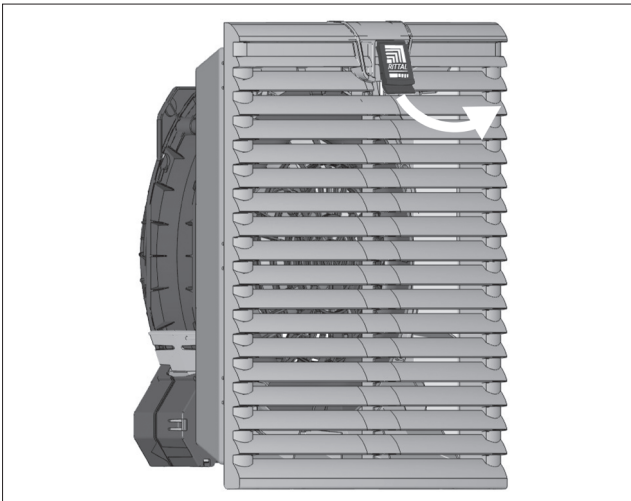

Abb. 6: Entriegeln des Lamellengitters
- Ziehen Sie zunächst das Funktionslogo im Lamellengitter mit dem Finger ein Stück nach oben (siehe Abb. 6).